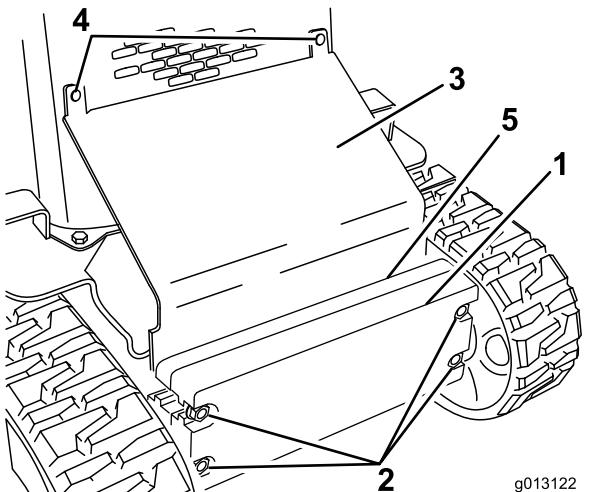

Figura 27
2. Afloje los pernos que sujetan los pesos (Figura 27).
3. Retire los pernos de cuello cuadrado y las tuercas que sujetan la chapa inclinada (Figura 27).
10. Deslice la chapa inclinada entre el bastidor y los contrapesos; fíjela a la rejilla delantera usando los pernos de cuello cuadrado y las tuercas que retiró anteriormente (Figura 27).
11. Apriete los pernos que sujetan los contrapesos delanteros (Figura 27).